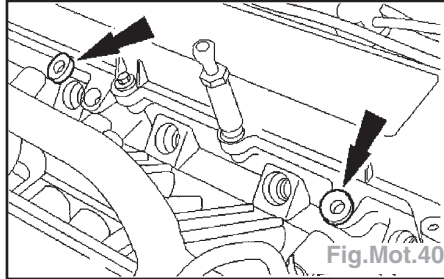

Fig.Mot.40
- Déposer les entretoises de rampe d'injection (Fig.Mot.40).